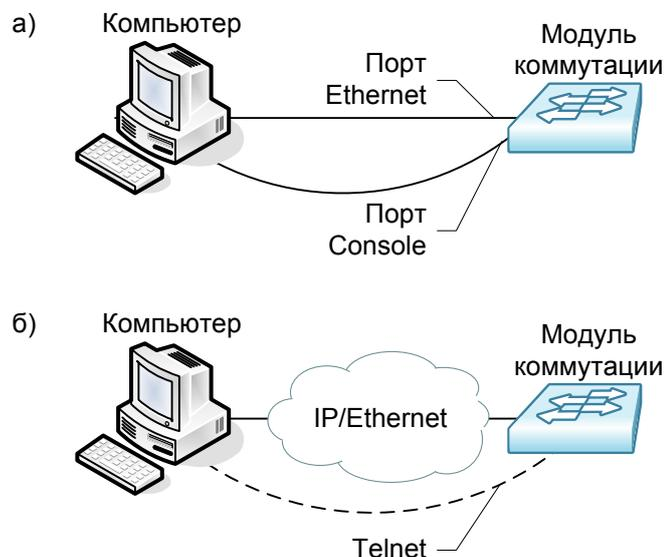

Рис. 8. Примеры подключения модуля коммутации для сохранения и загрузки конфигурации или обновления программного обеспечения
2. Подключите один из портов модуля коммутации к сети. Примеры подключения показаны на Рис. 8.